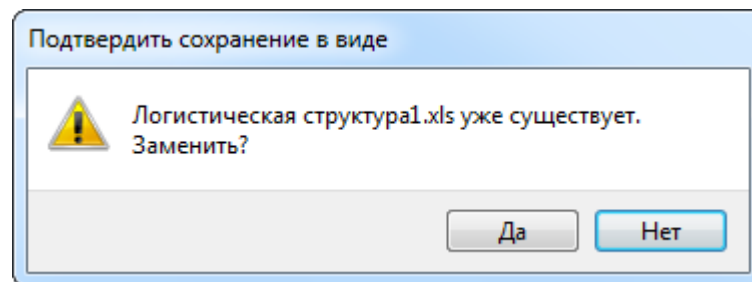

Рис. 10-81 – Подтверждение о перезаписи файла
4) Для сохранения файла нажать кнопку «Сохранить». Если файл с таким именем уже существует, выводится предупреждающее сообщение (рис. 10-81). Нажать «Да» для перезаписи файла или «Нет», чтобы задать новое имя файла. Если файл с таким именем уже открыт в Excel, необходимо его закрыть – в противном случае сохранение выполнено не будет.